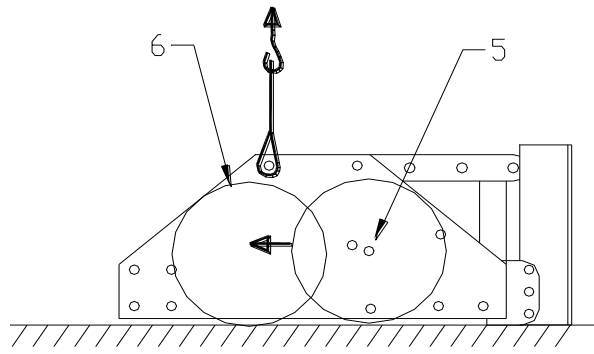

Fig. 2.
4. Ułożyć maszynę poziomo na płaskim podłożu, jak pokazano na rys.2.
Na rys.2. pokazano niektóre kluczowe elementy maszyny: